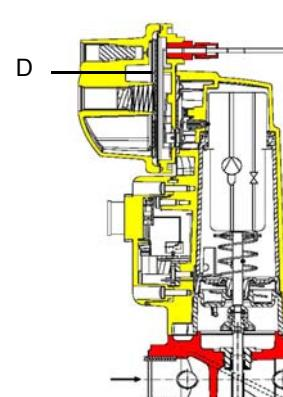

Рис. 14
**ВНИМАНИЕ:** диафрагма D исполнительного механизма SKP2 должна находиться в вертикальном положении (Рис. 14).